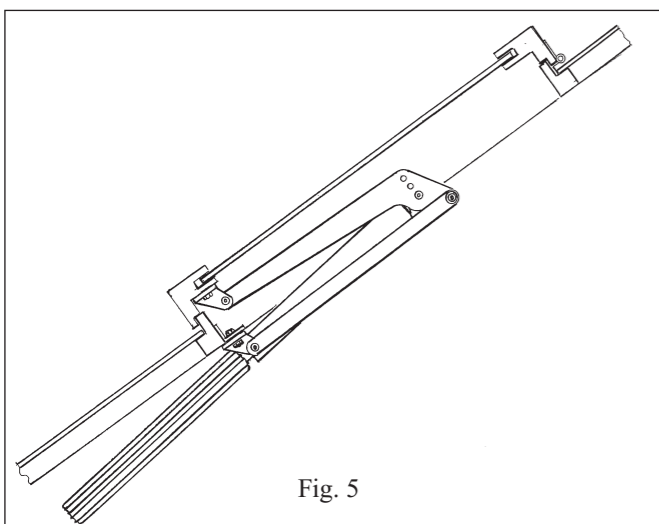

Fig. 5
- 1 Firstly you will have to choose in which direction you want the spring/shockabsorber – and later the cylinder- to face (see fig. 5+6). If it does not by delivery face in the desired direction, then you yourself can undo it and turn it a 180° (see fig. 2 + 3 + 4) before refastening it.
- 4 Turn the reliefbolt (relieves the springload during installation) until the arms all by themselves stay in the desired position for being fastened. Now the brackets can be fastened to the frame and the sill (see fig. 5 + 6), while the window or the lid is kept closed. Notice : the arms closest to the window should be parallel to it (see fig 5 + 6).
- 1 Zuerst ist zu entscheiden, in welche Richtung Feder/Stoßdämpfer und damit später auch der Zylinder wirken sollen (siehe Abb. 5+6). Ist die Feder auf der falschen Seite vormontiert, kann sie ausgebaut und um 180° gedreht eingebaut werden (Siehe Abb. 2+3+4).
- 4 Die Schraube zur Zugentlastung so weit schrauben bis sich die Arme in der gewünschten Position befinden. Die Befestigungsbeschläge jetzt bei geschlossenem/r Fenster/Klappe mit den Schrauben am Rahmen und Blendrahmen befestigen (siehe Abb. 5+6). Achten Sie darauf, dass die dem Fenster am nächsten liegenden Arme parallel zum Fenster stehen (siehe Abb. 5+6).
- 1 Choisissez tout d'abord la position désirée du ressort / amortisseur. Notez que cela déterminera également la position du cylindre. (Voir fig. 5+6) Si l'amortisseur n'est pas initialement dans le bon sens, vous pouvez le dévisser et le remonter en le tournant à 180° (voir fig. 3+3+4).
- 4 Utiliser la vis de compression (qui comprime l'amortisseur) en tournant jusqu'à l'obtention de l'angle d'ouverture idéal des bras du dispositif. Visser alors les attaches de fixation dans le châssis ou le cadre (voir fig.5+6).
- 1 Man skal først vælge til hvilken side man ønsker lukkefjederen / støddæmperen -og dermed senere cylinderen- skal vende (se fig. 5+6). Vender lukkefjederen ikke rigtigt ved leveringen kan den løsnes og drejes 180° (se fig. 2+3+4).
- 4 Aflastningsskruen (der aflaster fjedertrykket) drejes indtil armene af sig selv står i den ønskede position. Fastgørelsesbeslagene skrues nu fast til karm og ramme (se fig. 5+6), medens vinduet/klappen er lukket. Bemærk at de arme der er nærmest vinduet bør sidde parallelt med vinduet (se fig 5+6).